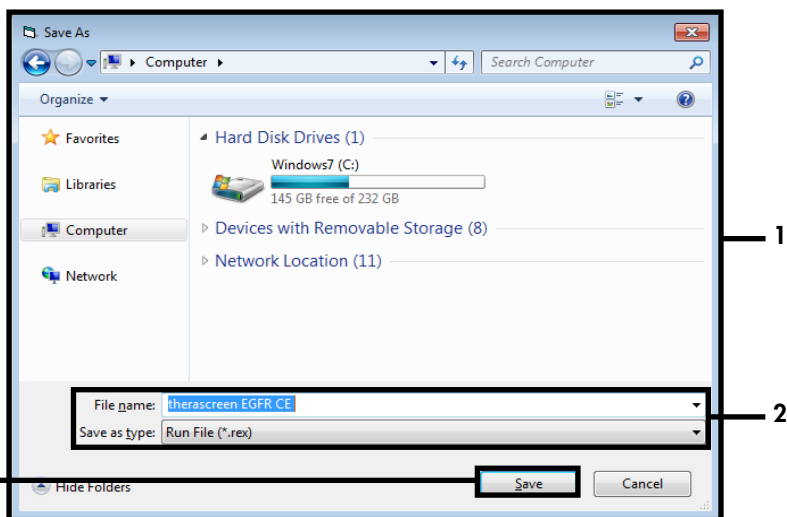

Figura 15. Janela “Save As” (Salvar como) (1). 2 = campos “File Name” (Nome do arquivo) e “Save as type” (Salvar como tipo); 3 = “Save” (Salvar).
17. A janela “Save As” (Salvar como) é exibida. Escolha um nome de arquivo adequado e guarde a execução da PCR como um arquivo de execução *.rex na localização selecionada. Clique em “Save” (Salvar) (Figura 15).